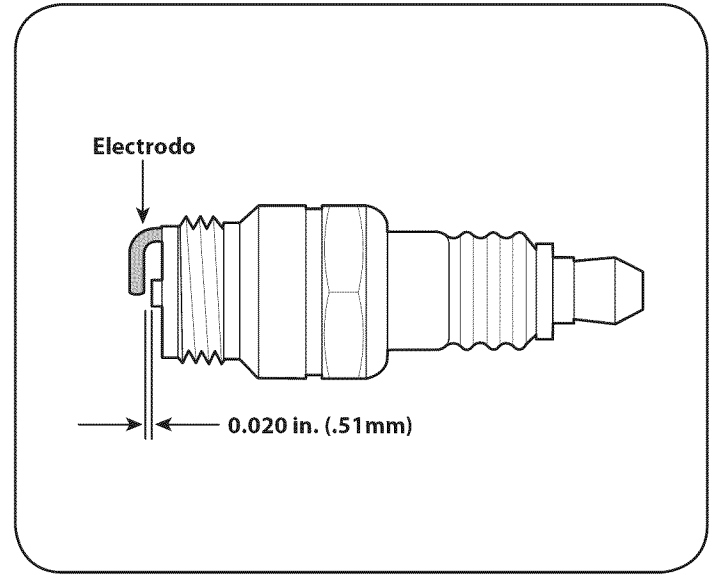

Figura 14
3. Compruebe el entrehierro con un calibre de alambre. La separación correcta es 0,020 in. (0,51 mm). Vea la Figura 14. Si es necesario, reajuste el entrehierro.
2. Inclíne la cortadora de césped de modo que quede apoyada sobre el alojamiento, mantenga el silenciador de costado hacia abajo. Refiérase a la figura 14. Sostenga firmemente la cortadora.